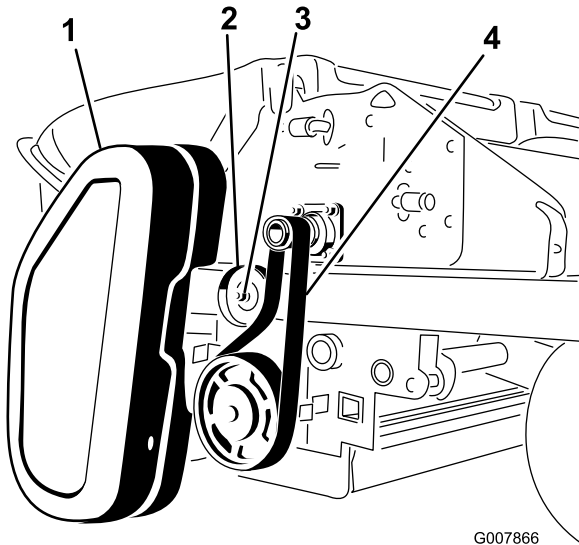

図 59
1. ベルトカバー 図 59 を取り外す。
2. アイドラプーリのナットをゆるめる 図 59。
3. チョッパーのシャフトとブラシのプーリから、ベルトを外す 図 59。